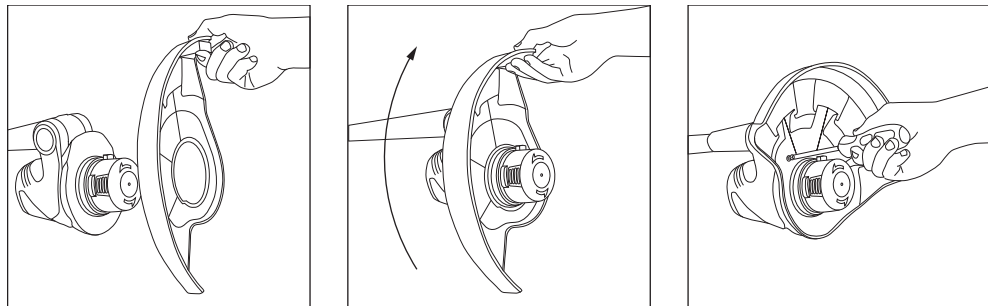

Рис. 2
Установить защитный кожух на корпус электродвигателя, повернуть по часовой стрелке и закрепить винтом (рисунок 2). Установить ограничитель (12) (рисунок 1).